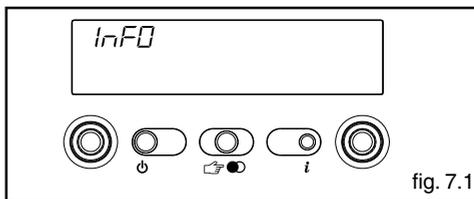

fig. 7.1
Premendo il tasto  il display si spegne e compare solo la scritta **Info** (fig. 7.1).
- 0 visualizza la scritta InFO (fig. 7.1).